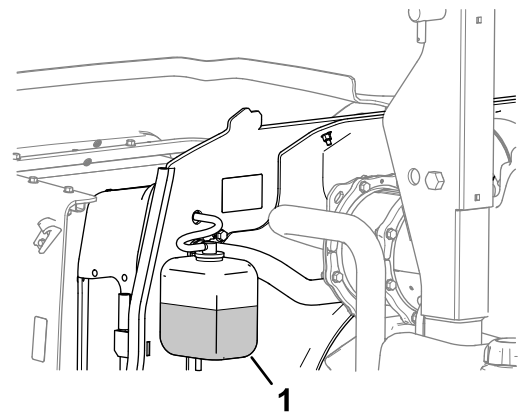

Figura 64
1. Verifique o nível de líquido de arrefecimento do depósito secundário (Figura 64).